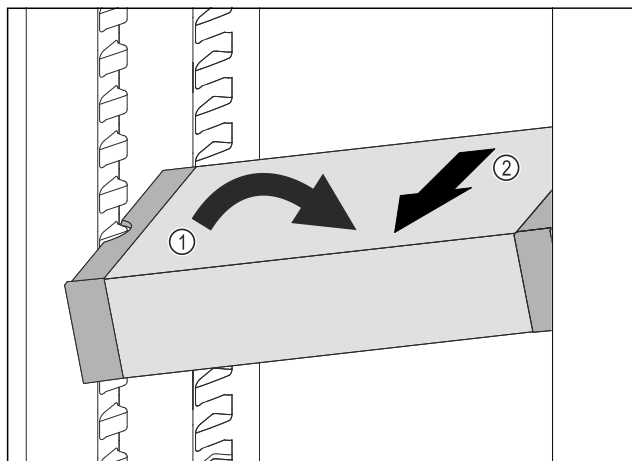

Fig. 124
- VarioSafe in het koelgedeelte schuin zetten. Fig. 124 (1)
- VarioSafe naar voren toe verwijderen. Fig. 124 (2)